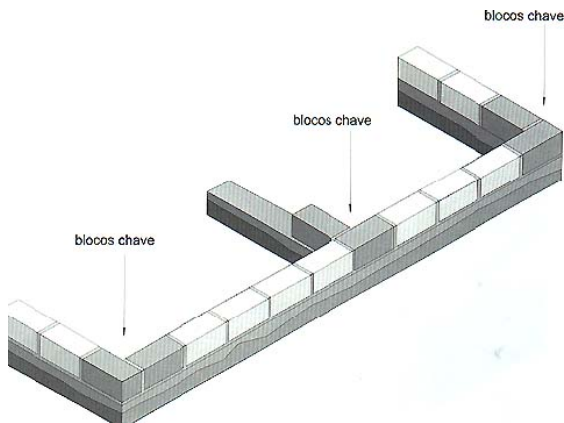

Figura 20 – Execução da primeira fiada
- b) Executar a fiada de marcação (Figura 20);